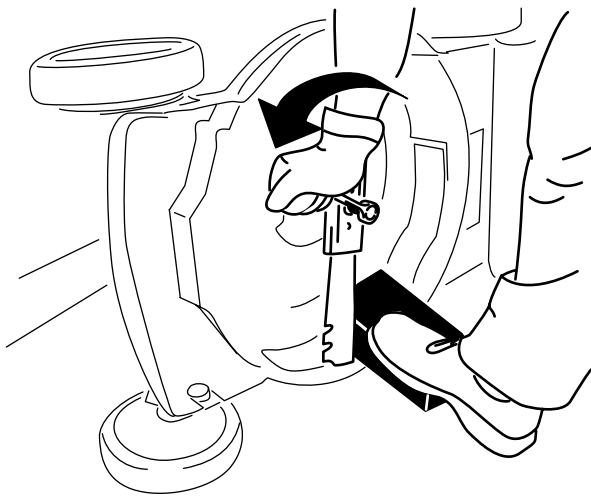

Figura 25
3. Utilize um bloco de madeira para manter a lâmina segura (Figura 25).
4. Retire a lâmina guardando todo o equipamento de montagem (Figura 25).